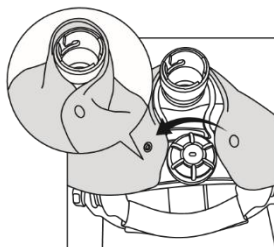

Fig. 6b
Étape 2 : Bouclez le bouton à l'arrière de la capuche allongée (voir fig. 6b).